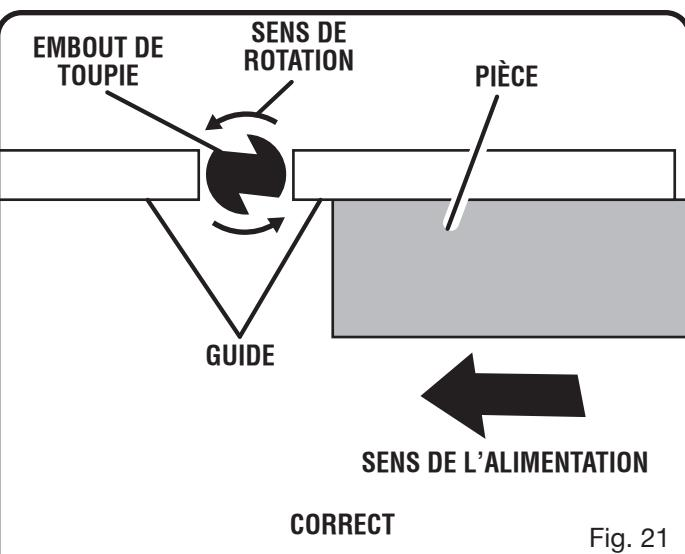

Fig. 21
Voir les figures 21 à 23.
- Une rainure peut être coupée dans la pièce à travailler en plaçant le guide derrière le couteau. Pour effectuer une rainure, glisser la pièce à travailler de droite à gauche. Pour élargir une rainure existante, s'assurer que le bord à couper se trouve contre le bord principal du couteau. Ce côté sera le plus éloigné du guide pendant que la pièce à travailler est glissée de droite à gauche. Voir les figures 21 a 23.